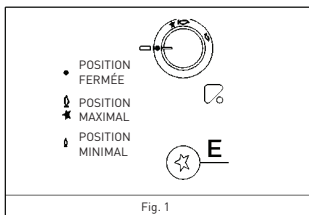

Fig. 1
Pour allumer un brûleur, appuyez sur la manette correspondante et tournez-la dans le sens inverse des aiguilles d'une montre jusqu'à ce qu'elle atteigne la position maximale (symbole grande flamme, fig. 1), puis approchez la flamme d'une allumette près du brûleur.
Pour allumer un brûleur, appuyez sur la manette correspondante et tournez-la dans le sens inverse des aiguilles d'une montre jusqu'à ce qu'elle atteigne la position maximale (symbole grande flamme, fig. 1) ; appuyez sur le bouton d'allumage électrique et relâchez-le.
Pour allumer un brûleur, appuyez sur la manette correspondante et tournez-la dans le sens inverse des aiguilles d'une montre jusqu'à ce qu'elle atteigne la position maximale (symbole grande flamme, fig. 1), puis relâchez-la.
Lorsque les brûleurs sont équipés d'un dispositif de sécurité de flamme, tournez la manette du brûleur correspondant dans le sens inverse des aiguilles d'une montre jusqu'à ce qu'elle atteigne la position maximale (symbole grande flamme, fig. 1) et s'arrête. Appuyez alors sur la manette en question et répétez les instructions décrites précédemment.
- Une fois que la préparation arrive à ébullition, baissez le feu en réglant la manette sur la position minimale (symbole petite flamme, fig. 1).
- Pour allumer un brûleur équipé d'un dispositif de sécurité de flamme, la manette correspondante doit obligatoirement être réglée sur la position maximale (symbole grande flamme, fig. 1).
- Allumez le brûleur et tournez la manette correspondante en position minimale (petite flamme, fig. 1).